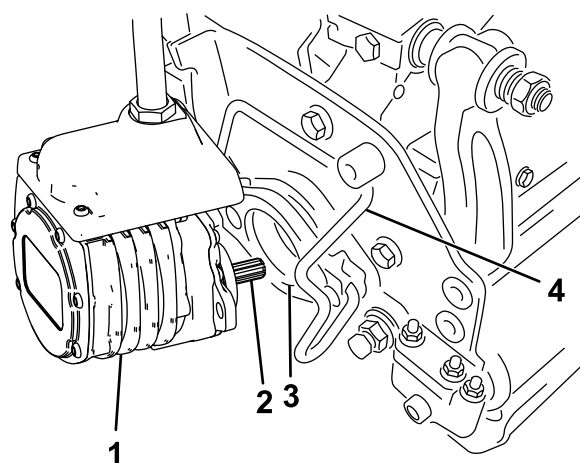

Figure 53
6. Enduisez de graisse propre l'arbre cannelé du moteur de l'unité de coupe (Figure 53).
7. Insérez le moteur dans le côté gauche de l'unité de coupe (vu par rapport à la position de l'utilisateur) et tirez la barre de retenue du moteur, située sur l'unité de coupe, vers le moteur jusqu'à ce que vous entendiez un déclic des deux côtés du moteur (Figure 53).